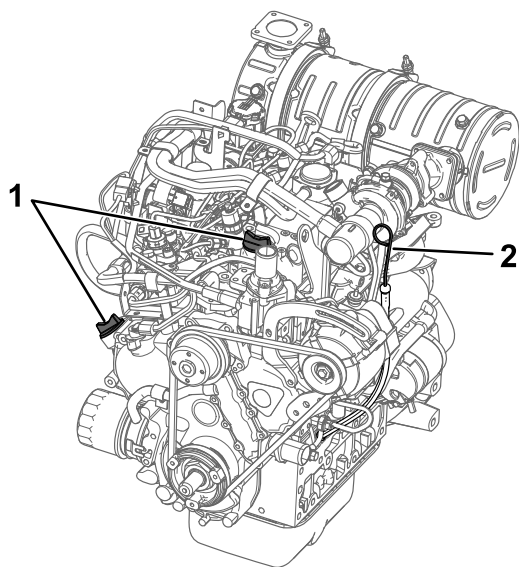

Figure 48
4. Nettoyez la surface autour de la jauge d'huile et enlevez le bouchon de remplissage (Figure 48).